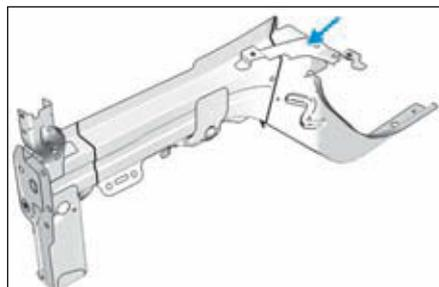

FIG.13
• Lors du remplacement du longeron arrière droit, dégrafer l'équerre de celui-ci (Fig.13).